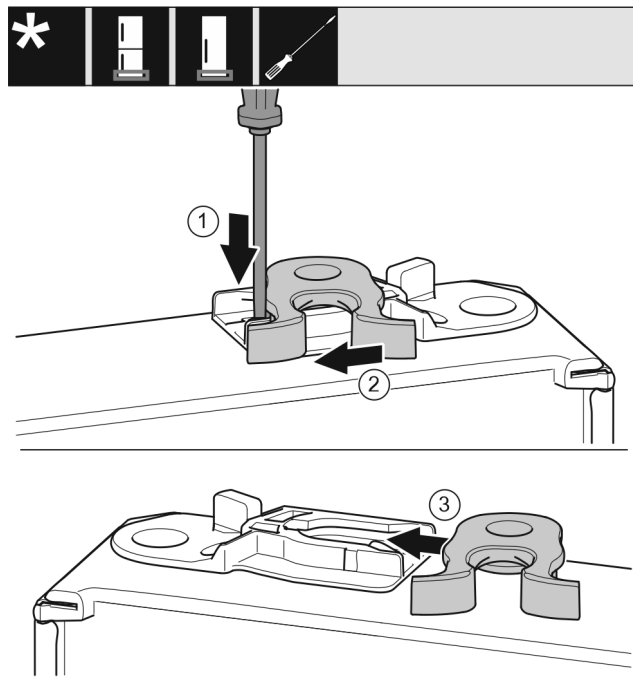

Fig. 46 *
- ▶ Прижмите накладку Fig. 46 (1) шлицевой отверткой вниз.*
- ▶ Выведите запорный крючок Fig. 46 (2) из направляющей.*
- ▶ Вставьте запорный крючок Fig. 46 (3) в направляющую с другой стороны.*